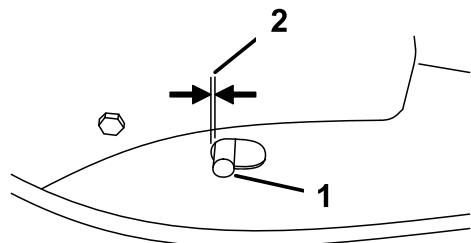

Рисунок 30
- При отпущенном рычаге тяги проверьте штифт в удлиненном пазу, находящемся с левой стороны машины над шиной (Рисунок 30).
Примечание: Между передней кромкой паза и передней кромкой штифта должен быть зазор величиной 6 мм (Рисунок 30).